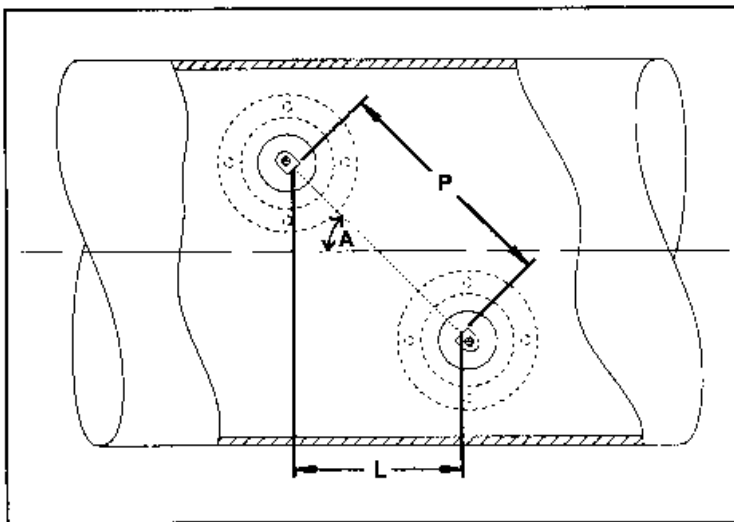
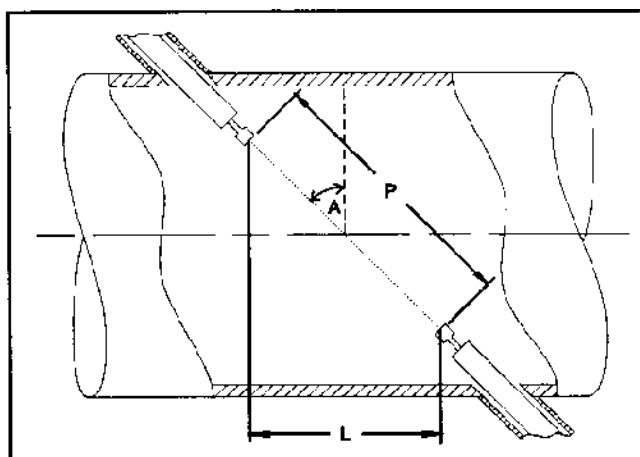

図 G-1: P と L の位置関係、90°バイアス設置のパイプ断面
図 G-2: P と L の位置関係、180°設置のパイプ断面
実測可能であれば、センサの対面間距離 (P) とセンサ先端の平坦面中心間の軸方向長さ (L) を、図 G-1、図 G-2 に示す要領で物理的に測定してください。両方を実測できない場合は次のページの説明に従ってください。